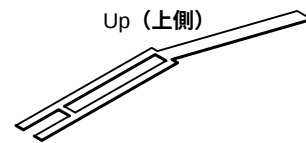

Fig. 24-1 (図24-1)
- * **Be careful of the direction of the spring. It should be installed with its projecting end facing upward.** (Fig. 24-1)
- ※ スプリングの向きに注意してください。スプリングは、図24-1のように上側が凸になるように取り付けます。